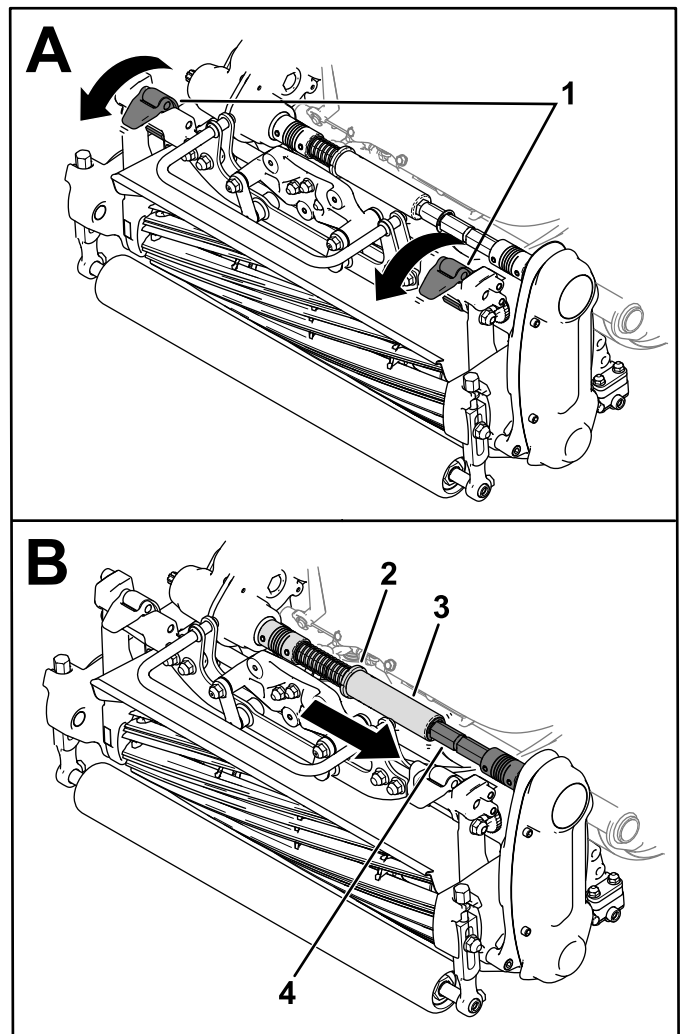

Рисунок 38
3. Переведите защелки подвески вниз, чтобы прикрепить режущий блок к машине (Рисунок 38).
4. Отведите обойму от канавки соединительного вала трансмиссии и вставьте трубку с внутренним шестигранником в соединительный вал режущего блока (Рисунок 38).